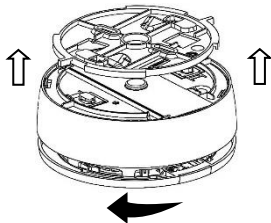

Figura 9
9. Para instalar o detetor no suporte, alinhe a nervura da base com a do suporte, insira as presilhas da base nas cavidades do suporte e gire o detetor no sentido horário (*ver Figura 9*).